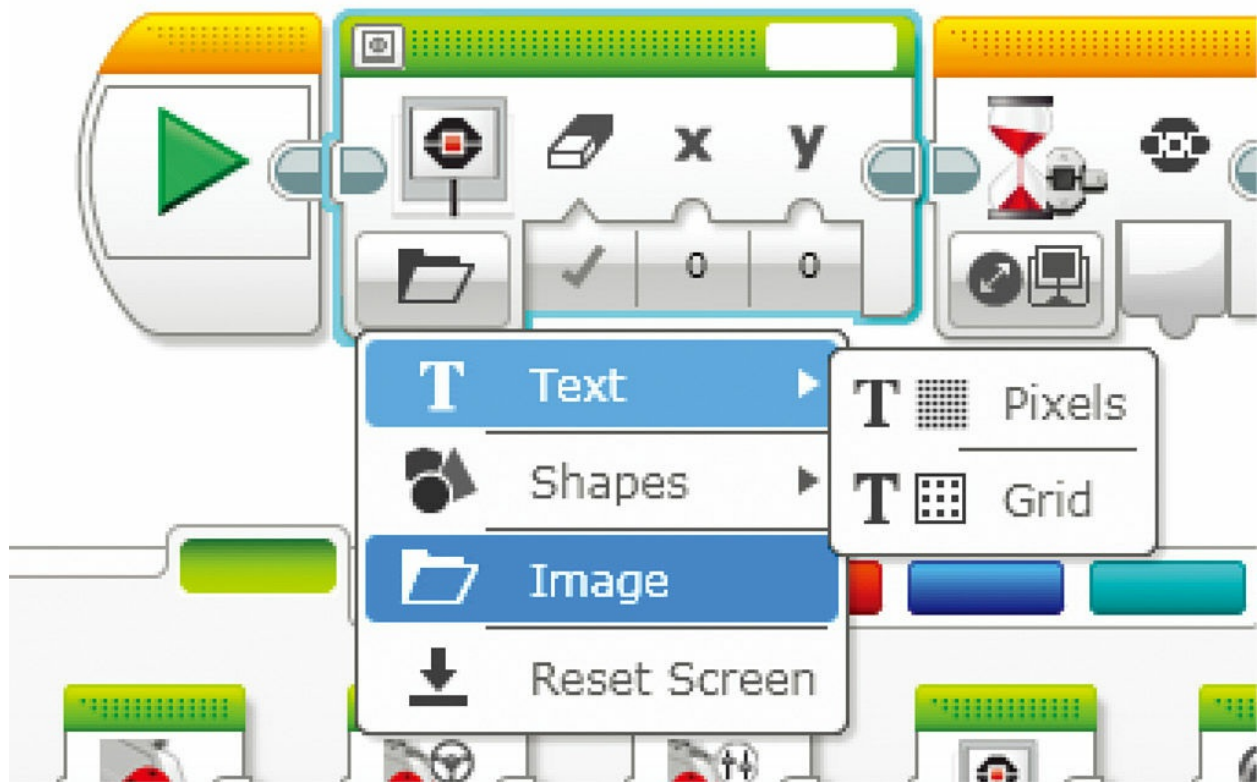

图8.26 将模式改为矩阵
2. 在默认情况下，显示模块设置为使用一个文件，但是现在真正需要的是显示文字。将模式选为“文字——矩阵”，如图8.26所示。